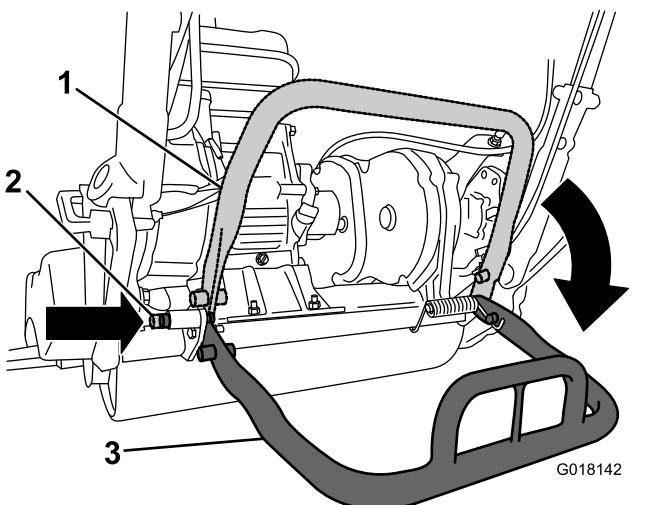

図 5
2. キックスタンドを下げる、ロッキングピンを差し込んでキックスタンドを整備位置に固定する図 5。ロッキングピンで機体を支える。